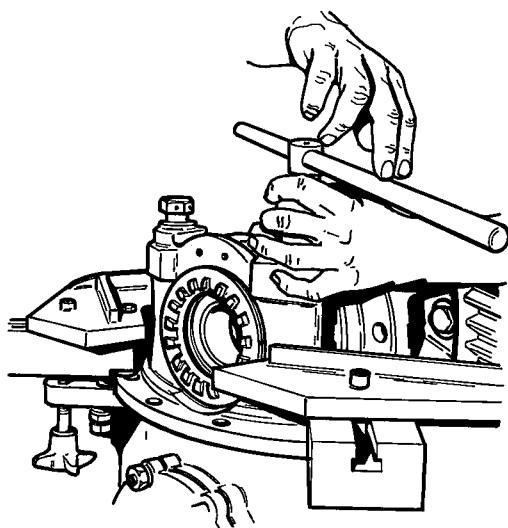

Fig. 28
- Breng de bouten (21) en de sluitringen (20) aan (fig. 28). Haal de bouten nog niet aan.